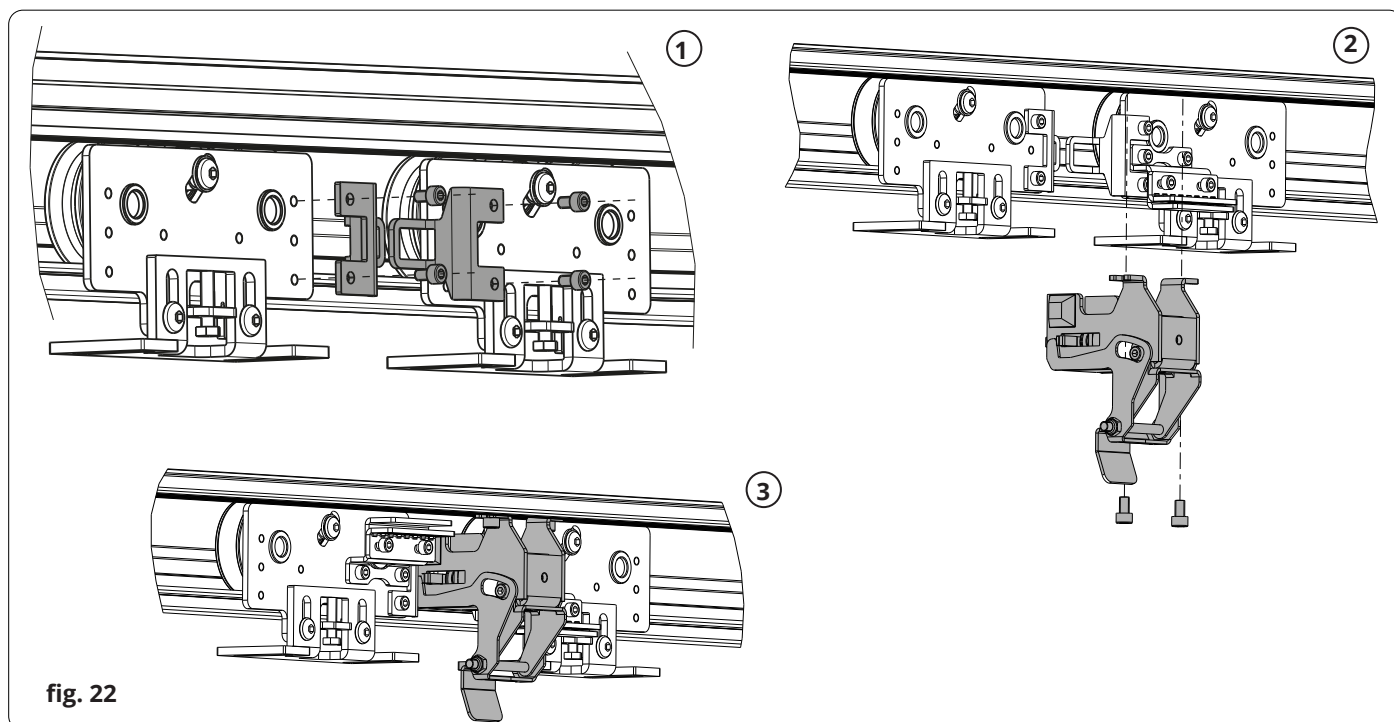

fig. 22
12.1_ Installazione dell'elettroblocco con sblocco manuale di emergenza a leva (fig. 22):